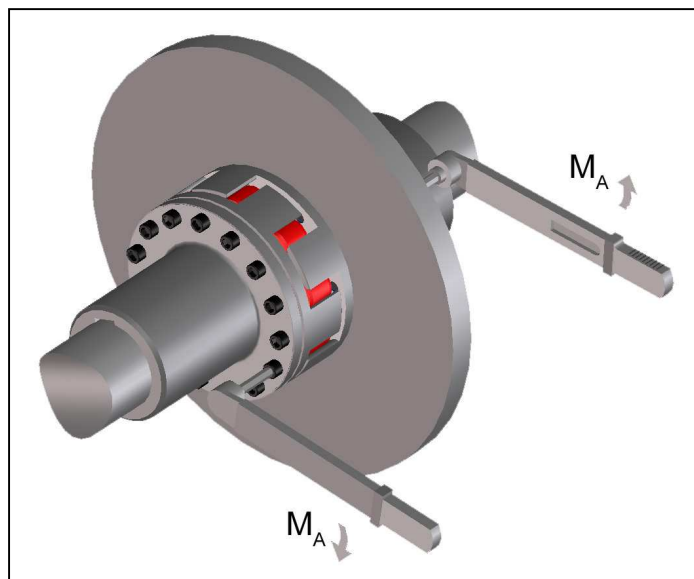

Bild 8
- Ziehen Sie die Verschraubung der Klauenringe mit dem in Tabelle 2 und 3 vorgeschriebenen Anzugsdrehmomente M_A fest (Bild 8).